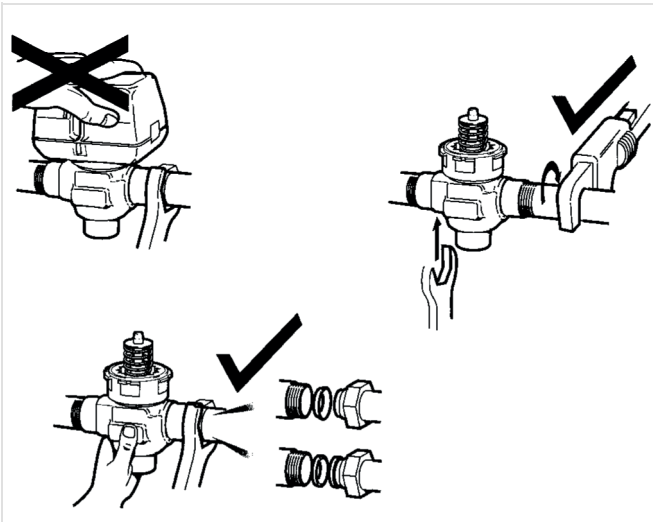

Abb. 6 Rohrleitungen
- 3) Der Antrieb rastet automatisch am Ventil ein (siehe Bild 6). Zum Entfernen am Einrastmechanismus direkt unterhalb des Handöffnungshebels anheben. Den Stellantrieb von Hand nach unten in Richtung Ventilkörper drücken. Dazu moderate Kräfte anwenden und den Antrieb gleichzeitig gegen den Uhrzeigersinn um 1/8-Drehung (45 Grad) drehen. Anschließend kann der Stellantrieb vom Ventilkörper abgehoben werden.